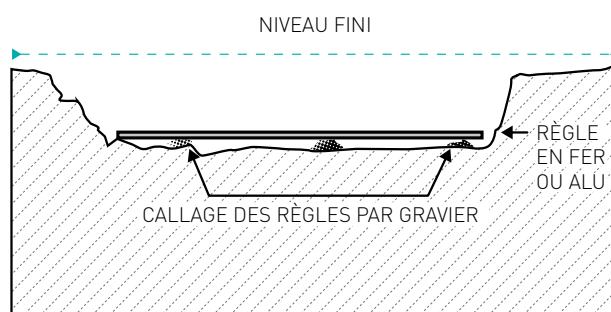

Fig. 5
4. Placer les règles correctement en fond de fouille (Fig. 5)